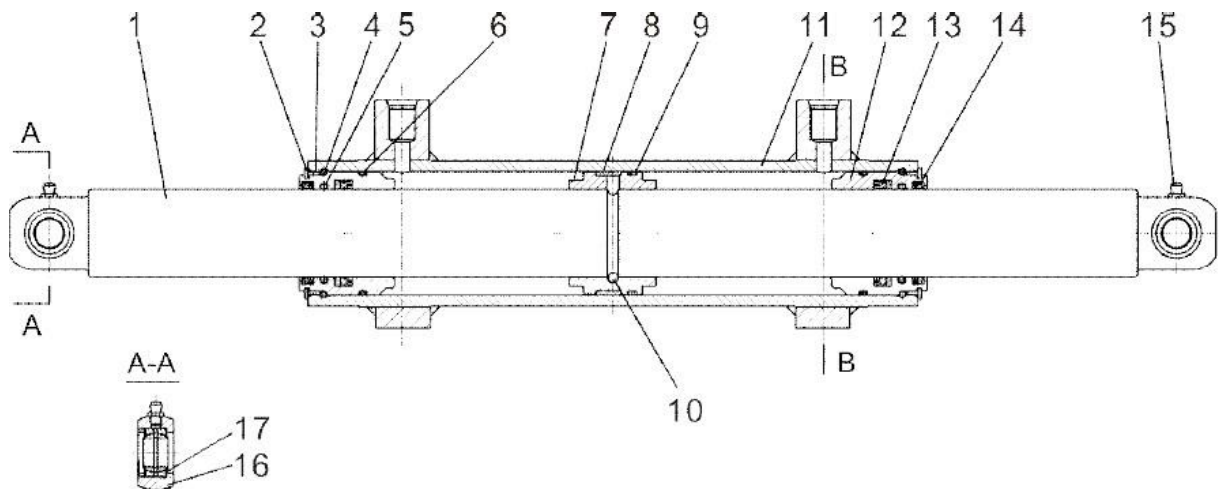

Рис. 6.5. Цилиндр рулевого управления:
3.6.5.3. Цилиндр рулевого управления (Рис. 6.5).